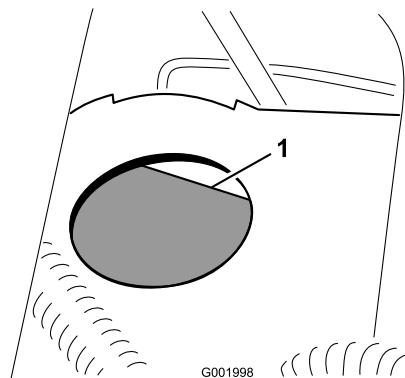

Figura 62
2. Il livello dell'olio deve raggiungere la linea di pieno sul serbatoio (Figura 62).